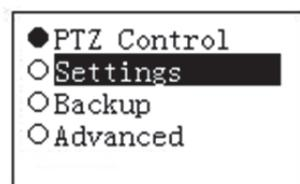

Figure 2-14
- Utilisateur (User) : En tant qu'utilisateur, vous pouvez procéder au contrôle PTZ (PTZ control), au réglage système (System Setup), à la sauvegarde (Backup), aux réglages avancés (Advanced Setup), etc. Placez le curseur sur la fonction correspondante et utilisez le levier de commande pour vous déplacer vers la gauche ou la droite pour commuter de ○ à ● et activer la fonction. Voir Figure 2-14.